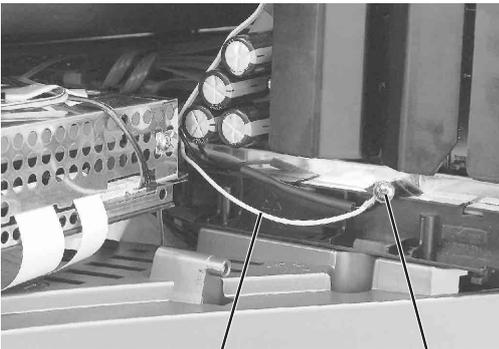

Fig. 5 Masseleitung GND Cable
- Die Masseleitung von der linken Chassis-Befestigungsschraube zum Masseband an der Bildröhre durch die am DVD-Laufwerk vormontierten Masseleitung ersetzen (Fig. 5). Mit den beiden Chassis-Befestigungsschrauben die Masseleitung und die Lüfterhalterung mit Lüfter am Chassis anschrauben.
- Undo the two chassis fixing screws ③ (Fig. 5, 6) and remove the blower holder together with the blower toward the side and hook it into the right bottom rear holder of the rear panel.
- Replace the earth lead from the left chassis fixing screw to the earth strap on the picture tube with the earth lead prefitted to the DVD drive mechanism (Fig. 5). Use the two screws on the chassis to fix the earth lead and the blower holder together with the blower to the chassis.